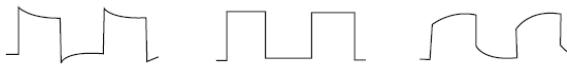

Рисунок 1-8. Коррекция компенсации щупов.
2) Проверьте форму сигнала на дисплее (см. Рисунок 1-8).